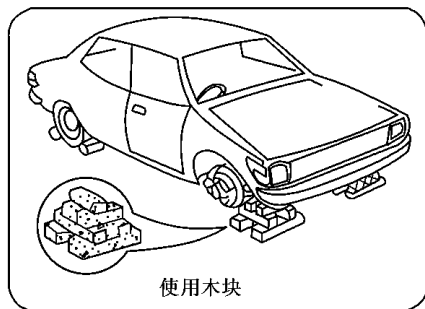

图 3.3.6
9. 如果没有安全支撑,可用硬木块适当堆积起来做支撑,如图 3.3.6 所示。不能使用砖头或建筑砌块支持车辆,它们会突然脆裂,使车辆突然掉下。